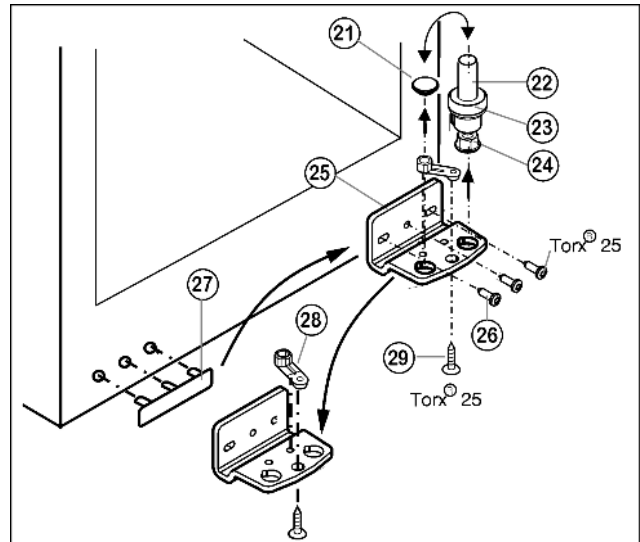

Fig. 6
- Издърпайте нагоре целия лагерен болт Fig. 6 (22), с шайбата Fig. 6 (23) и крачето Fig. 6 (24).
- Свалете тапите Fig. 6 (21).
- Отвийте Fig. 6 (26) лагерната опора Fig. 6 (25).
- Развийте Fig. 6 (29) лагерния детайл Fig. 6 (28) и поставете в срещуположния поемащ отвор на лагерната опора, завийте отново.
- Внимателно повдигнете и поставете на другата страна покритието от страна на дръжката Fig. 6 (27).
- Завийте отново **здро̀во (с 4 Nm)** лагерната стойка долу Fig. 6 (25) от новата страна на шарнира, при нужда с помощта на акумулаторна отвертка.
- Отново поставете тапа Fig. 6 (21) в другия отвор.
- Отново поставете лагерния болт Fig. 6 (22), с шайбата и крачето. При това обърнете внимание на това, фиксиращата гърбица да сочи назад.
- ▶ Поставете вратата отгоре върху лагерния болт долу Fig. 6 (22).
- ▶ Окачете вратата през двата удължени отвори в лагерната опора долу Fig. 6 (25), регулирайте я успоредно към корпуса на уреда. За тази цел отвийте средния винт.